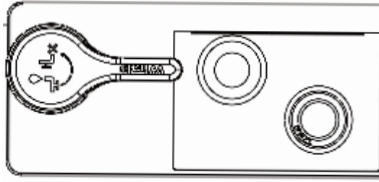

Abb. 35A Ablassventil – Geschlossen
- Schritt Eins:** Kontrollieren Sie bei der ersten Inbetriebnahme oder beim Auffüllen nach einer Entleerung des Systems, dass das Ablassventil geschlossen ist (siehe Abb. 35A) und befüllen Sie dann das System mit sauberem, frischem Wasser.